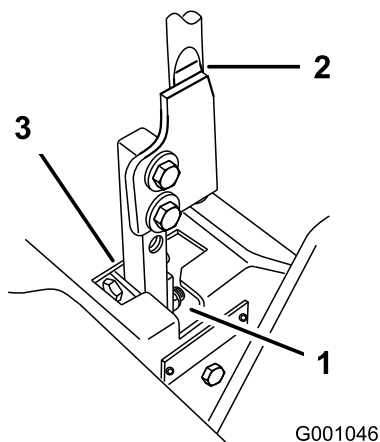

Figure 63
5. Placez le levier au point mort, sans le verrouiller (Figure 63).
6. Tirez le levier en arrière jusqu'à ce que la chape (situé sur le bras au-dessous de l'axe de pivot) touche l'extrémité de la fente (c.-à-d. commence juste à appuyer sur le ressort) (Figure 63).
7. Vérifiez la position du levier par rapport au cran de la console (Figure 63). Il doit être centré de façon à pouvoir pivoter vers l'extérieur jusqu'à la position de verrouillage du point mort.